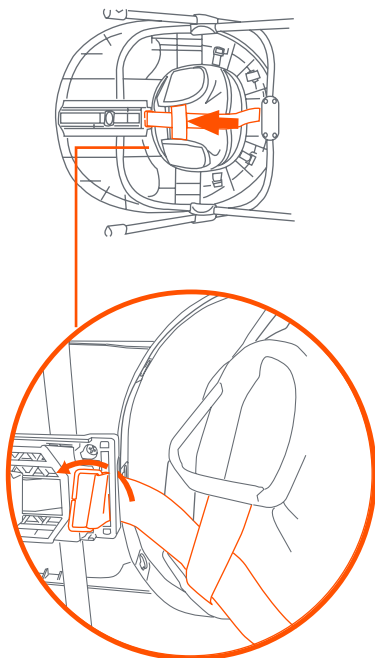

Fig. 7
- 7) • Underneath the walker, thread the end of the support strap through the loop on the seat bottom. Slip the strap through the slot at the end of the height adjustment bracket (Fig. 7).
- Pase el extremo de la tira de soporte a través del lazo en la parte inferior del asiento y luego a través de la ranura en el extremo del soporte de ajuste de altura que se encuentra debajo de la bandeja (Fig. 7).